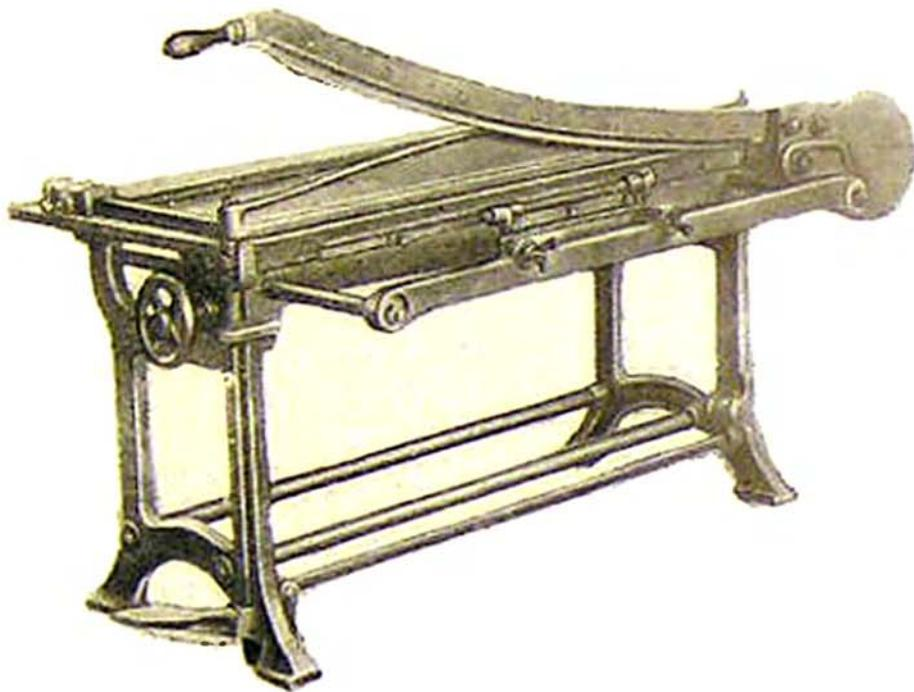

Рис. 1. Картонорубилка
- 1) резку картона (картонорубилка, рис. 1. и картонорезальная машина);